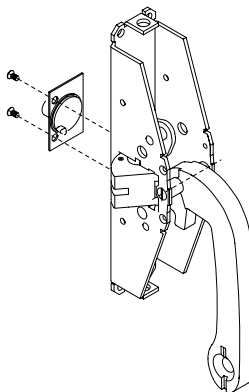
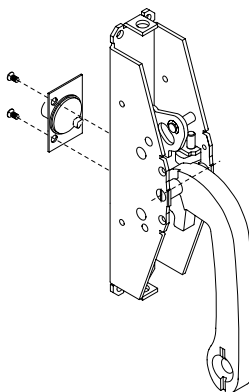

FIG. 7A
FIG. 7B
**NEL CASO DI MONTAGGIO CON COMANDI ESTERNI** inserire l'ingegno sulla scatola principale del maniglione **FACENDO ATTENZIONE ALL'ORIENTAMENTO DELL'APPENDICE DI PRESA DELL'INGEGNO** come evidenziato in fig. 7A nel caso di maniglioni di mano SX e fig. 7B nel caso di maniglioni di mano DX. Fissare il piastrino alla scatola utilizzando le due viti da M3 x 6 in dotazione.
**IN THE CASE OF PANIC EXIT DEVICE WITH OUTSIDE OPERATION DEVICE** insert the bit on the main casing of the panic exit device **TAKING CARE WITH THE DIRECTION OF THE APPENDICES OF THE BIT GRIP** as shown in Fig. 7A for left-handed SX panic exit devices and Fig. 7B for right-handed DX ones. Fix the plate to the casing using the two M3 x 6 screws provided.
**EN CAS DE MONTAGE AVEC LES COMMANDES EXTERIEURES** introduire le panneton sur le coffre principal de la poignée anti-panique **EN FAISANT ATTENTION A L'ORIENTATION DE L'APPENDICE DE PRISE DU PANNETON** d'après la fig. 7A en cas de poignées anti-panique de main GAUCHE et la fig. 7B en cas de poignées anti-panique de main DROITE. Fixer la plaquette sur le coffre au moyen des deux vis M3 x 6 fournies.
**EN CASO DE MONTAJE CON MANDOS EXTERNOS,** inserte la leva en el cofre principal de la barra, **PRESTANDO ATENCIÓN A LA ORIENTACIÓN DEL SALIENTE DE SUJECIÓN DE LA LEVA,** tal como se muestra en la Fig. 7A para las barras de mano izquierda, y Fig. 7B para las barras de mano derecha. Fije la plaqueta al cofre utilizando los dos tornillos M3 x 6 suministrados.
**VOOR MONTAGE MET EXTERNE BEDIENINGEN** het slotsysteem op de hoofdkast van het anti-paniekslot aanbrengen door **OP HET GRIJPUITEINDE VAN HET SLOTSYSTEEM TE LETTEN,** overeenkomstig afb. 7A voor linkse sloten en afb. 7B voor rechtse sloten. De plaat met de twee meegeleverde schroeven M3 x 6 op de kast bevestigen.
**WENN AUSSENGRIFFE MONTIERT WERDEN** wird der Zylindernocken auf dem Hauptkasten des Türdrückers eingesetzt, dabei **AUF DIE RICHTUNG DES ZYLINDERNOCKEN-ENDSTÜCKS ACHT GEBEN,** siehe Abb. 7A - für Türdrücker mit linker Öffnungsrichtung und Abb. 7B für Türdrücker mit rechter Öffnungsrichtung. Dann befestigt man die Platte auf dem Hauptkasten, dazu verwendet man die beiden im Lieferumfang enthaltenen Schrauben M3 x 6.